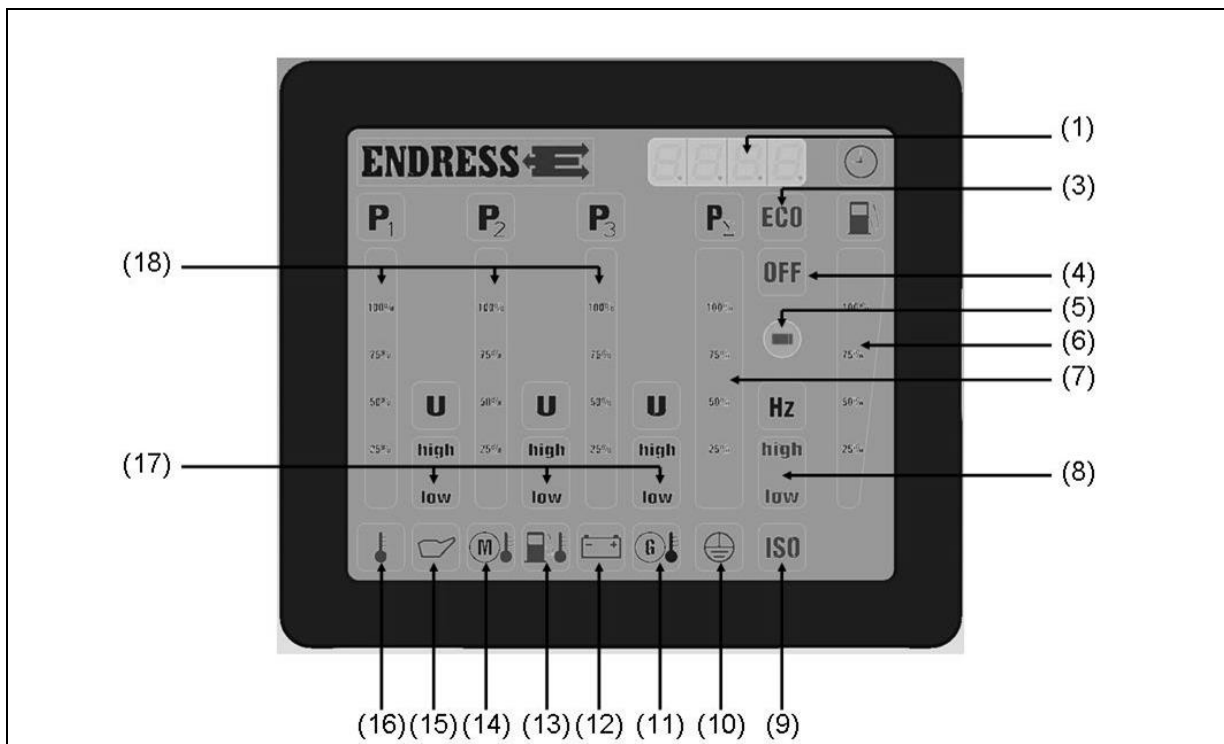
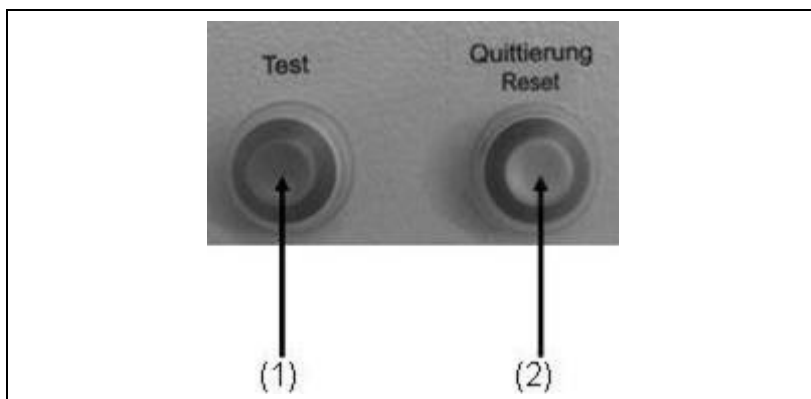

Abb. 4-6: Multifunktionsdisplay
Abb. 5-2: Isolationsüberwachung mit E-MCS 4.0
**Elektrostart** Sobald der START-STOP-Schalter auf die Pos. „Betrieb“ gestellt wird, leuchten zur Kontrolle alle LEDs für ca. 2 Sekunden. Danach wird für ca. 30 Sekunden die normale Betriebsbeleuchtung angezeigt. Falls in dieser Zeit der Motor nicht gestartet wird, geht das E-MCS 4.0 in den Sleep-modus und die Anzeige erlischt. Um das E-MCS 4.0 wieder in den Betriebszustand bringen zu können, muss der START-STOP-Schalter zuerst wieder in Pos. „STOP“ gebracht werden. Die Anzeigeintensität ist abhängig von der Umgebungshelligkeit (Sensor siehe Abb. 4-6-(5)).
**Betriebsstunden:** Anzeige (siehe Abb. 4-6-(1)) ist bei laufendem Gerät oder für 30 Sekunden aktiv, wenn START-STOP-Schalter in Pos. „Betrieb“ steht.
**Umgebungstemperatur:** Leuchtet die Anzeige (siehe Abb. 4-6-(16)) bei laufendem Gerät rot, ist die Temperatur zu hoch und das Gerät sollte ausgeschaltet werden.
- Öldruck:** Leuchtet die Anzeige (*siehe Abb. 4-6-(15)*) bei laufendem Gerät rot, ist der Öldruck zu gering und das Gerät schaltet automatisch ab bzw. der Buzzer ertönt, dieser kann mit der Quittierungstaste quittiert werden.
- Motortemperatur:** Leuchtet die Anzeige (*siehe Abb. 4-6-(14)*) bei laufendem Gerät rot, ist die Motortemperatur zu hoch und das Gerät sollte ausgeschaltet werden.
- Kraftstofftemperatur:** Leuchtet die Anzeige (*siehe Abb. 4-6-(13)*) bei laufendem Gerät rot, ist die Kraftstofftemperatur zu hoch und das Gerät sollte ausgeschaltet werden.
- Batterieladekontrolle:** Leuchtet die Anzeige (*siehe Abb. 4-6-(12)*) rot ist die Ladefunktion der Lichtmaschine ausgefallen.
- Isolationsüberwachung:** Leuchtet die Anzeige (*siehe Abb. 4-6-(9)*) rot bzw. ertönt der Buzzer so liegt ein Isolationsfehler vor. (*siehe Kap. 5 Isolationsüberwachung*).
- Schutzleiterprüfung:** Leuchtet die Anzeige (*siehe Abb. 4-6-(10)*) während der Schutzleiterprüfung (*siehe Kap. 4.7 Schutzleiterprüfung*) grün so sind die Schutzleiter der angeschlossenen Geräte in Ordnung. Ist die Schutzleiterfunktion nicht gewährt, bleibt die Anzeige aus.
**Füllstand Kraftstofftank:** Die Anzeige (siehe Abb. 4-6-(6)) gibt einen ungefähren Richtwert über den Tankinhalt.
**Frequenz:** Leuchtet die Anzeige (siehe Abb. 4-6-(8)) grün, befindet sich die Frequenz im korrekten Bereich (47,5-52,5 Hz).
**Phasen L1-L2-L3:** Für einzelnen Phasen L1 bis L3 (siehe Abb. 4-6-(18)) wird jeweils einzeln angezeigt:
Spannung (U) (siehe Abb. 4-6-(17)):
Belastung (P) (siehe Abb. 4-6-(18)):
**Relative Belastungsanzeige:** Belastung ( $P_{\Sigma}$ ) (siehe Abb. 4-6-(7))
**NOT-AUS-Taster:** Leuchtet das Symbol „OFF“ (siehe Abb. 4-6-(4)) rot und der Buzzer ertönt, wurde der NOT-AUS-Taster gedrückt. Der Buzzer kann mithilfe der Quittierungstaste quittiert werden.
2. Drücken Sie den Testknopf (siehe Abb. 5-2-(1))
- ✓ Das Symbol am Display (siehe Abb. 4-6-(9)) zeigt das Ergebnis an, bei Isolationsüberwachung mit Buzzer ertönt dieser zusätzlich und kann über den Quittierungs-Taster (siehe Abb. 5-2-(2)) quittiert werden:
3. Nach der Überprüfung muss der Reset-Taster (siehe Abb. 5-2-(2)) gedrückt werden um das Gerät wieder zu betreiben
- ✓ Das Symbol am Display (*siehe Abb. 4-6-(8)*) zeigt das Ergebnis an:
2. Nach dem abschalten und abstecken des Verbrauchers muss der Reset-Taster (*siehe Abb. 5-2-(2)*) gedrückt werden um das Gerät wieder zu betreiben.
3. Drücken Sie den Testknopf (*siehe Abb. 5-2-(1)*)
- 4. Nach der Überprüfung muss der Reset-Taster (siehe Abb. 5-2-(2)) gedrückt werden sowie der Leitungsschutzschalter in Pos. 1 gebracht werden um das Gerät wieder zu betreiben.